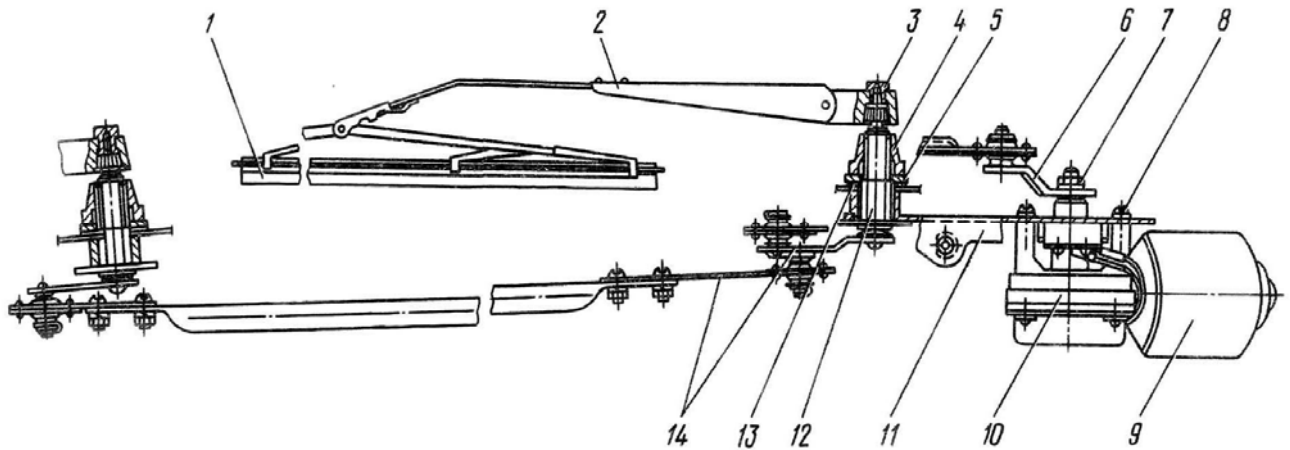

Рис.102. Стеклоочиститель:
Стеклоочиститель состоит из электродвигателя 9 (рис.102) с червячным редуктором 10, кривошипа 6, привода щеток и щеток 1 со щеткодержателями 2. Стеклоочиститель имеет две скорости перемещения щеток. Угол перемещения щеток на второй скорости по обильно смоченному стеклу составляет  $105^\circ$ .
3. Отвернуть гайку 3 (см. рис.102) крепления щеткодержателя. Снять щеткодержатель 2 со щеткой 1 в сборе.
1. Установить штуцер 12 (см. рис.102) с тягами в отверстия панели передка.